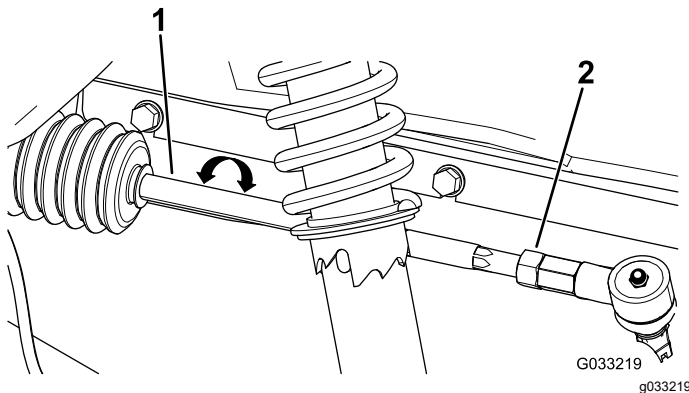

Figura 41
3. Si la distancia no es de 0–6 mm (0–¼"), afloje las contratuercas en el extremo exterior de las bielas (Figura 41).